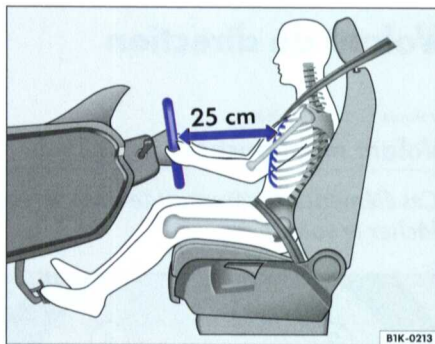

Fig. 17 Schéma de principe : position assise correcte du conducteur
- Réglez le volant jusqu'à ce que vous obteniez la position souhaitée  $\Rightarrow$  fig. 17.
- Réglez le siège du conducteur ou le volant de direction de sorte que la distance entre celui-ci et votre sternum soit d'au moins 25 cm  $\Rightarrow$  fig. 17. Si vous ne respectez pas cette